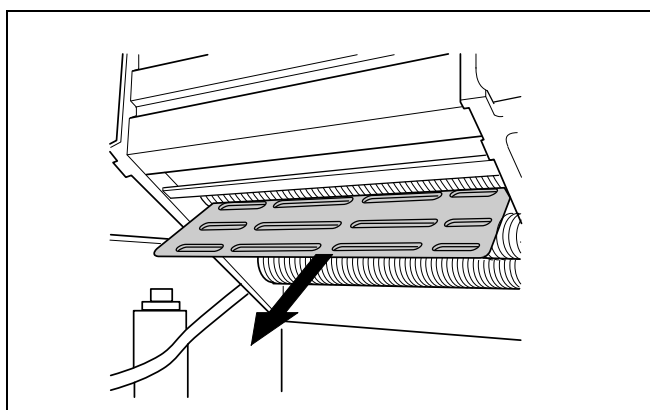

Abb. 37 Stauplatte
- Stauplatte herausziehen (Abb. 37).
- Danach Stauplatte herausziehen (Abb. 37) und eventuell angefallene Schmutzpartikel entfernen.